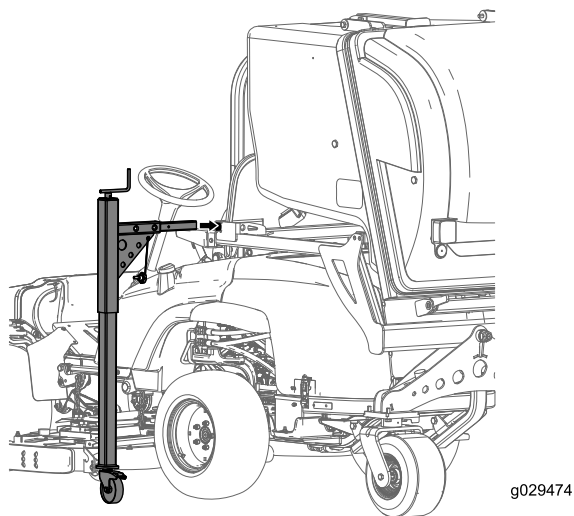

Bild 14
2. Schieben Sie die Stange am Abstellständer in das Loch im Rahmen und befestigen sie mit einer Schraube (Bild 14).